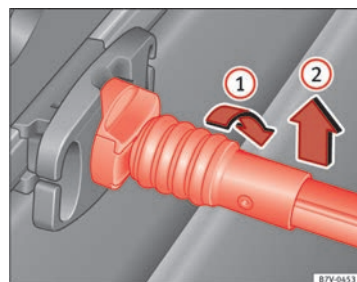

Fig. 98 Desenganche la red para el equipaje.
- Gire la varilla de sujeción 90° hacia la derecha ⇒ **fig. 98 (1)** hasta que se vea la marca roja en la varilla. Extraiga la varilla de sujeción hacia arriba **(2)**.